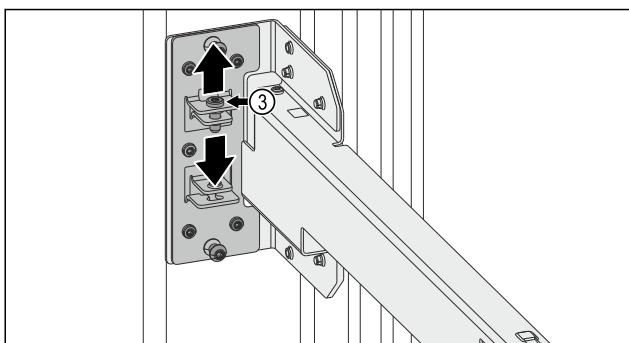

Fig. 14
- Ослабте гвинт Fig. 14 (3).
- Затягніть гвинт Fig. 14 (3).